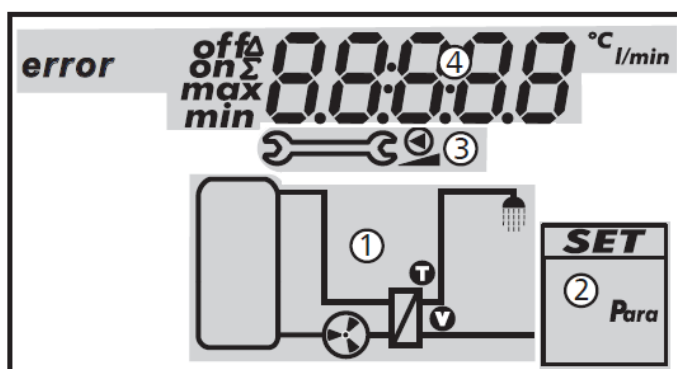

Figure 8 : vue d'ensemble des rubriques de l'écran (tous les éléments visibles)
Le tableau suivant décrit les différents symboles présents sur la Figure 8 :
Le menu des paramètres (②, Figure 8) permet d'accéder aux paramètres Para :
L'écran des valeurs de fonctionnement et de réglage (④, Figure 8) est constitué des éléments suivants :
①	Message d'erreur
②	Informations complémentaires : on, off : statut d'activation, condition d'activation marche/arrêt max, min : valeur maximale , valeur minimale Σ : somme des valeurs de fonctionnement depuis la mise en service initiale, ne peut pas être réinitialisée Δ : somme des valeurs de fonctionnement depuis la dernière réinitialisation
③	Affichage : <ul style="list-style-type: none"> <li>des valeurs de mesure,</li> <li>des paramètres,</li> <li>des codes d'erreur,</li> <li>d'informations complémentaires, telles que la version du logiciel</li> </ul>
④	Unité d'affichage de la valeur indiquée en ③ : °C, l/min, h